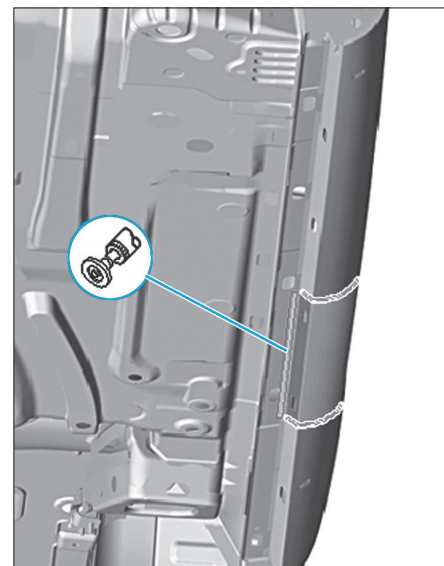

FIG. 56
- Poursuivre les lignes de coupe sur la partie inférieure du bas de caisse (Fig.56).